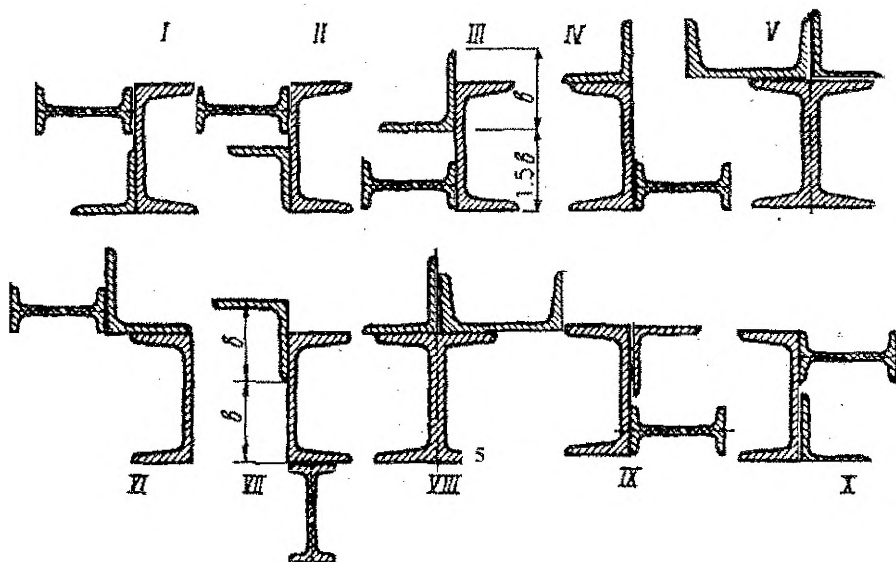

Рисунок 4 – Схемы поперечных сечений
**Задача 4.** Для заданного в табл. 5 поперечного сечения, состоящего из двутавра, равнобокого уголка и швеллера (рис. 4), требуется: 1) определить положение центра тяжести; 2) найти осевые (экваториальные) и центробежный моменты инерции относительно случайных осей, проходящих через центр тяжести ( $X_c$  и  $Y_c$ ); 3) определить направление главных центральных осей ( $u$  и  $v$ ); 4) найти моменты инерции относительно главных центральных осей; 5) вычертить сечение в масштабе 1:2 и указать на нем все размеры в числах и все оси.